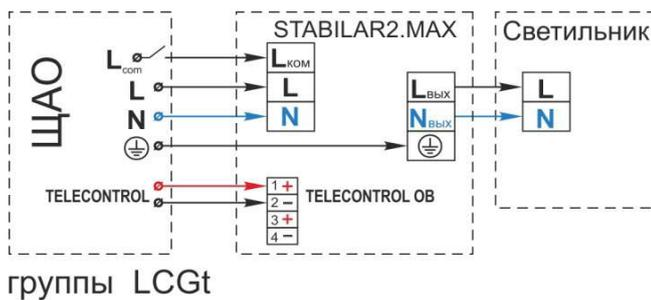

Рис.4
**Универсальный режим (Централизованный Lcom)** – световой прибор функционирует в нормальном режиме как часть осветительной установки рабочего освещения и переключается в автономный режим в случае аварийной ситуации. Вход БАП подключается к группе LCGt ЩАО. А переключение режимов организуется через N и Lcom с централизованным переключателем, установленным в ЩАО рис.4 и рис.4а.
Рис.4а